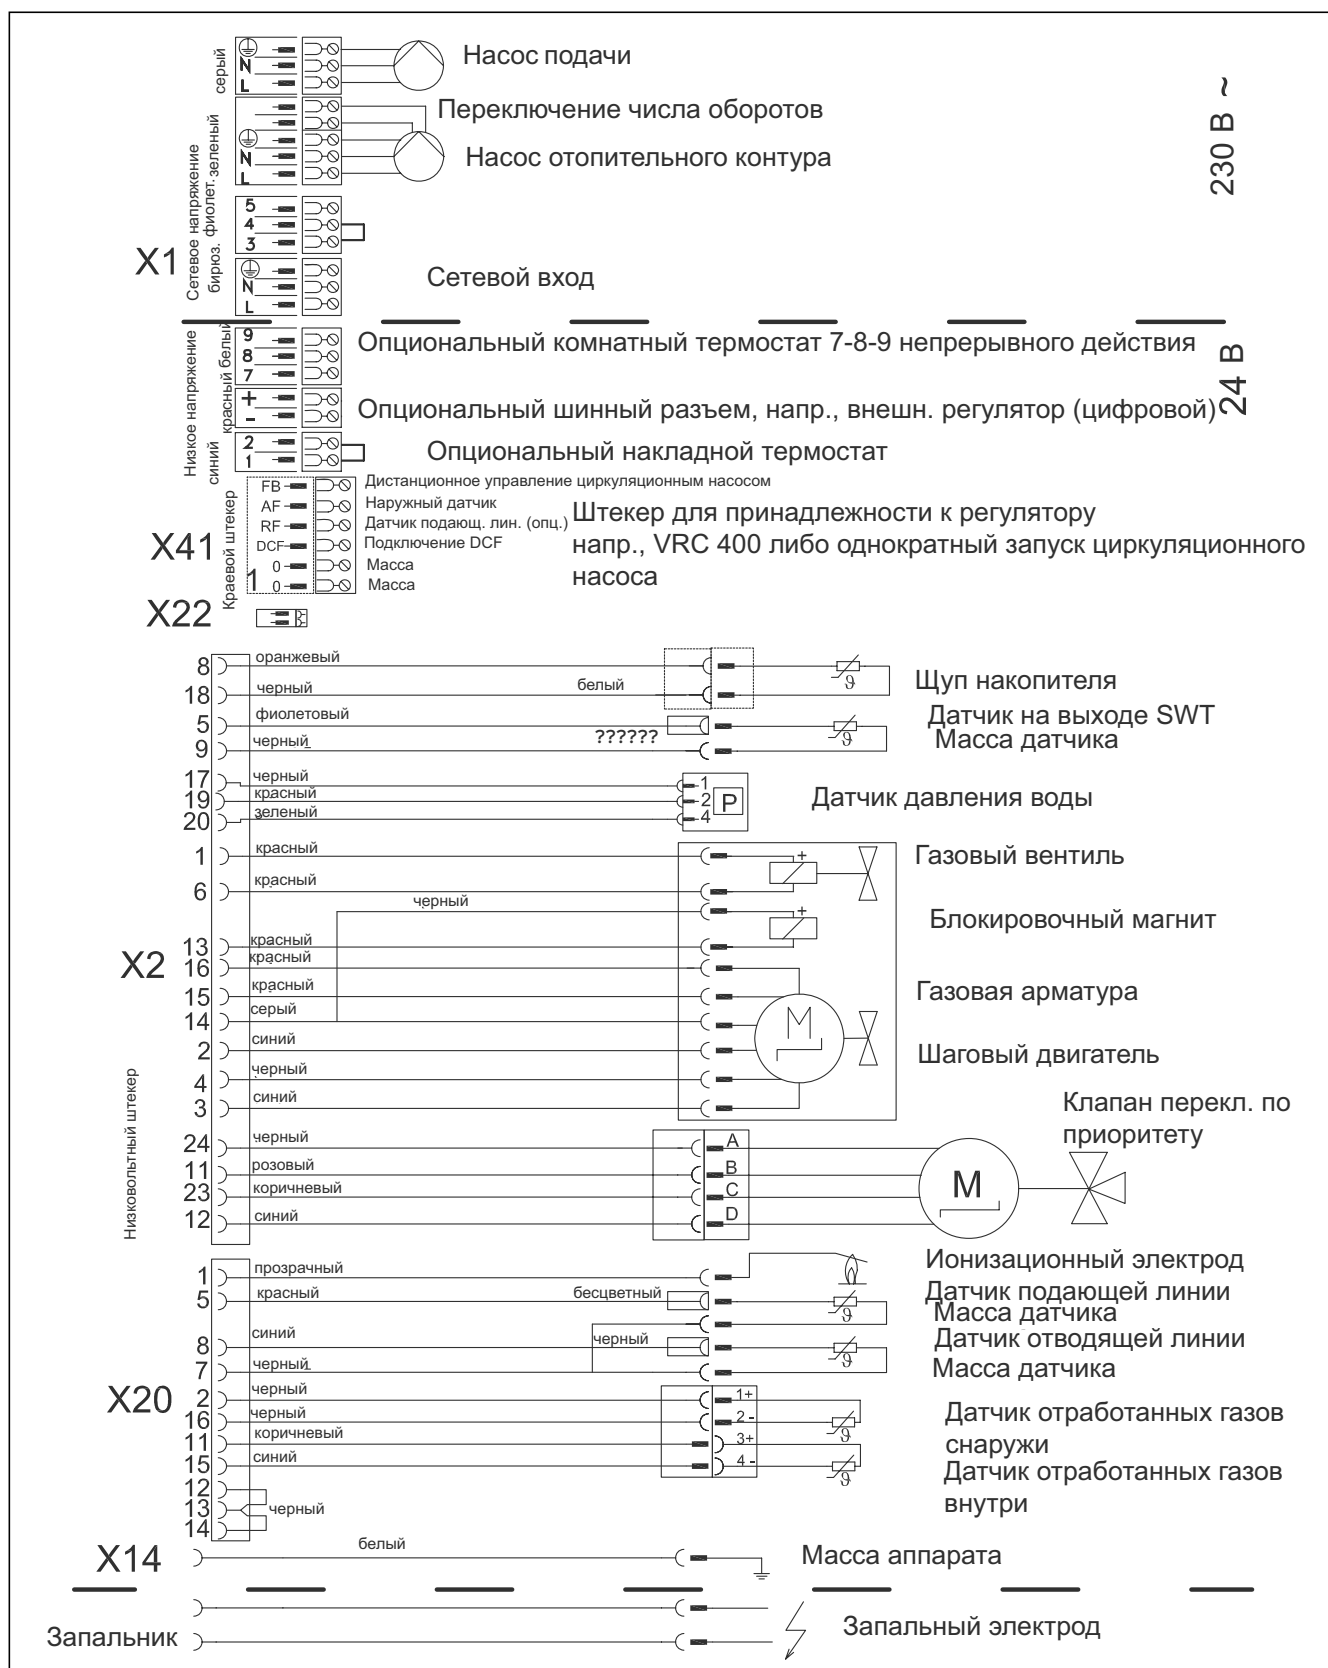

Рис. 5.6 Соединительная электропроводка с системой ProE
- Подключите соединительный кабель согласно рис. 5.6 к соответствующему штекеру ProE либо гнездам электроники.